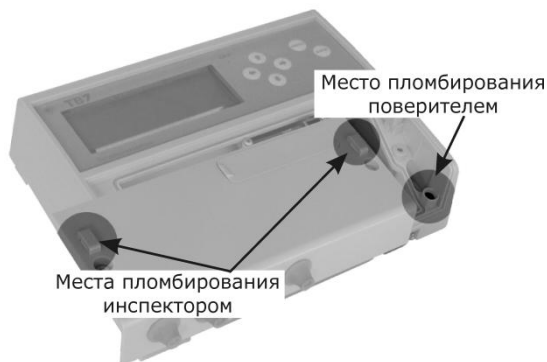

Рис. 1.2 – Места пломбирования вычислителя
**Защита от изменения калибровочных коэффициентов и от внесения изменений в электронный модуль** выполняется нанесением оттиска клейма поверителя (рис. 1.2).
**Защита настроечных параметров** обеспечивается пломбой инспектора теплоснабжающей организации (рис. 1.2).
После поверки ТВ7 приборный отсек пломбируется поверителем. Места пломбирования показаны на рис. 1.2.